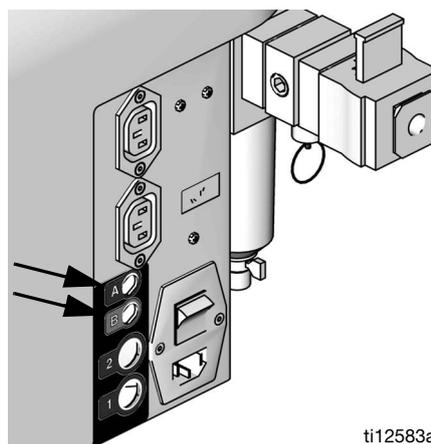

FIG. 8: Fuente de alimentación del kit de rellenado de tanque
2. Para los kits de rellenado de tanque instalados en el tanque del lado A, enchufe el cable de alimentación eléctrica del kit de rellenado de tanque en el conector «A» ubicado en la parte trasera de la máquina. Consulte la FIG. 8.
Para los kits de rellenado de tanque instalados en el tanque del lado B, enchufe el cable de alimentación eléctrica del kit de rellenado de tanque en el conector «B» ubicado en la parte trasera de la máquina. Consulte la FIG. 8.